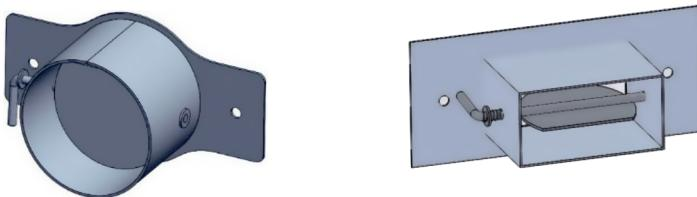

Рис.2 Варианты выходов дымохода
- 3.5. На задней стенке корпуса предусмотрена возможность подключения выхода дымохода (круглого или прямоугольного сечения) котла к дымовому каналу (Рис. 2.); сбоку с обеих сторон в нижнем углу фланец - для приема воды из отопительной системы (7); в верхнем углу фланец - для подачи воды в систему (6).